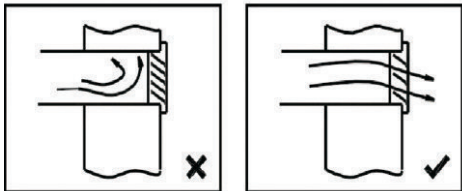

图3 室外风口形式
- (2) .管道内壁光滑，不起尘，无褶皱。
- (3) .室外墙壁、室内吊顶上的装饰风口风阻要小，室外风口若为防水百页，叶片形状有利于气流通过。室外风口选型如图3所示。